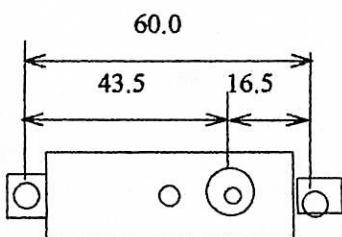

図2 発電機寸法
①前回、発電機の取り付け寸法 (図 2) を確認
②取り付け場所を決定したら、ケースの穴空き位置に印を付ける。